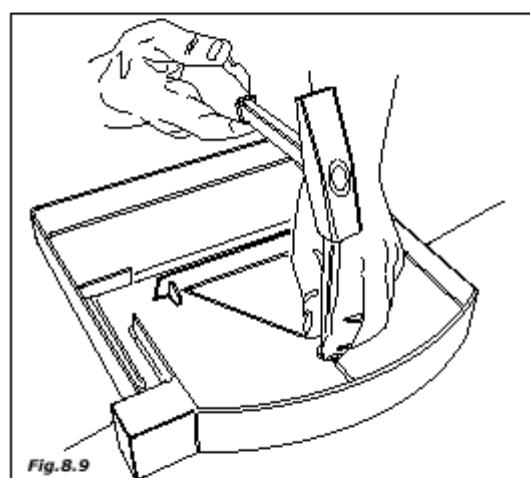

Fig. 8.9
- выньте лоток для сбора жидкой гущи и проделайте сливное отверстие, как показано на рис. 8.9.